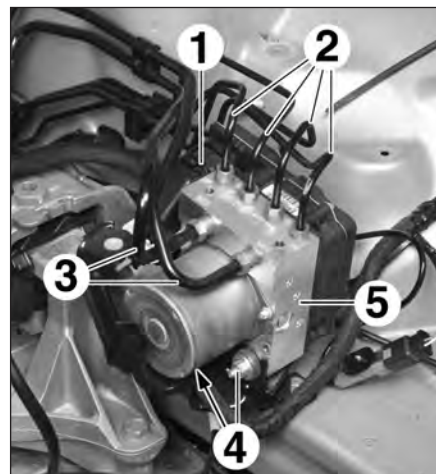

FIG.34
- le connecteur (1) (Fig.34),
- les raccords hydrauliques (2) et (3).